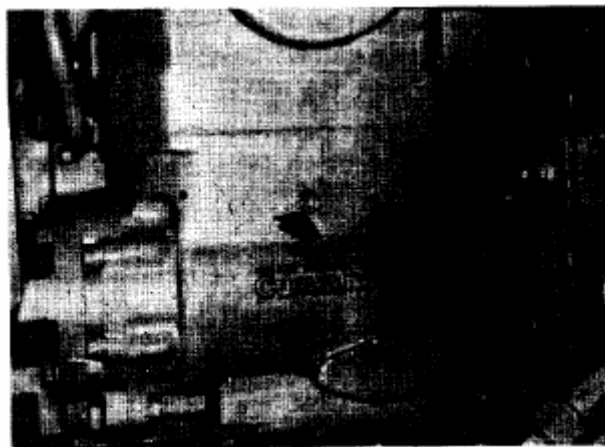

Рис. 1-20. (K21904). Слив охладителя двухцилиндрового воздушного компрессора
2. Слейте охлаждающую жидкость из блока цилиндров и головок. Эта операция на всех двигателях осуществляется путем открывания сливных кранов и съема сливных пробок, как показано на рисунках с 1-13 по 1-19. Если используется воздушный компрессор (рисунок.1-20), теплообменник или другие охлаждаемые водой позиции, то откройте сливные краны и пробки, имеющиеся на них. Если слив не произвести, то это может привести к серьезным повреждениям оборудования при морозной погоде.